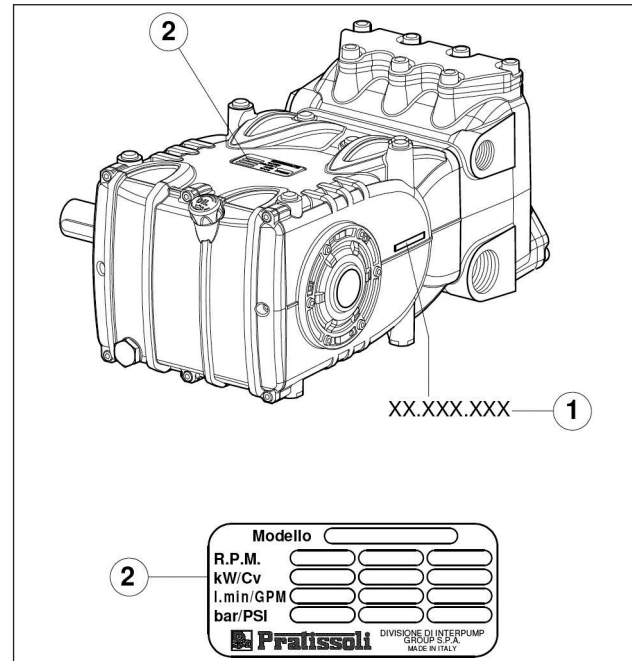

Fig. 1
Chaque pompe possède son propre n° de série XX.XXX.XXX, voir rep. ①, ainsi qu'une plaque signalétique, voir rep. ② de la Fig. 1, portant les indications suivantes :